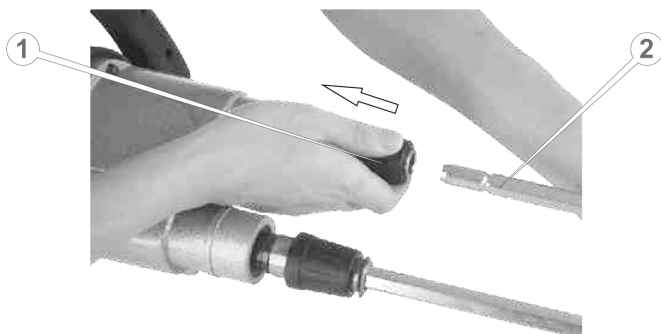

Рисунок 2. Схема встановлення міксерних насадок.
3. На від'єданому від електромережі виробі відтягнути рукою по чергово зовнішні обойми патронів HEX і встановити в їхні гнізда міксерні насадки (рис. 2).